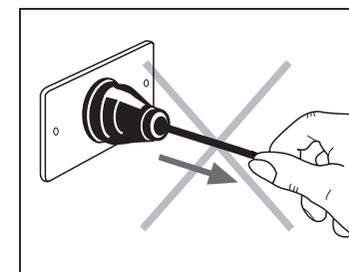

Fig. 2
- No estirar el cable de alimentación o el aparato mismo para quitar el enchufe de la toma de corriente (Fig. 2)